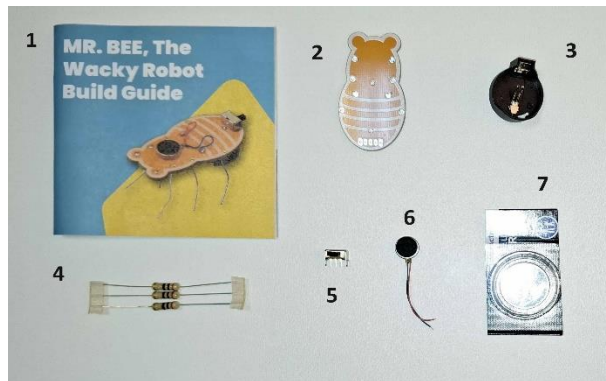

Fig.3
- PCB-ul **Mr.Bee**(fig.3, item 2);
- 1 x Soclu baterie(fig.3., item 3);
- 3 x Rezistor 10 Ω (fig.3, item 4);
- 1 x Minicomutator(fig.3, item 5);
- 1 x Minimotor - generator vibrații(fig.3, item 6).
- 1 x Baterie de 3V tip CR 2032(fig.3, item 7);